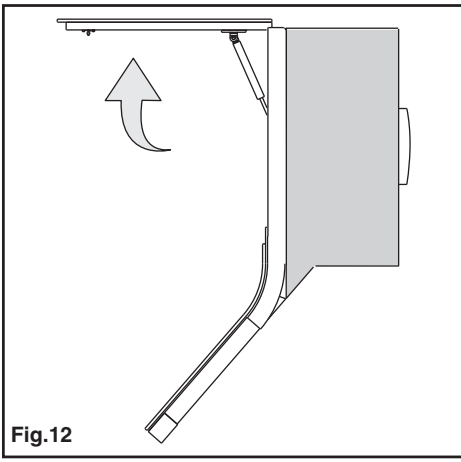

Fig.12
- Aprire lo sportello. (Fig.12)